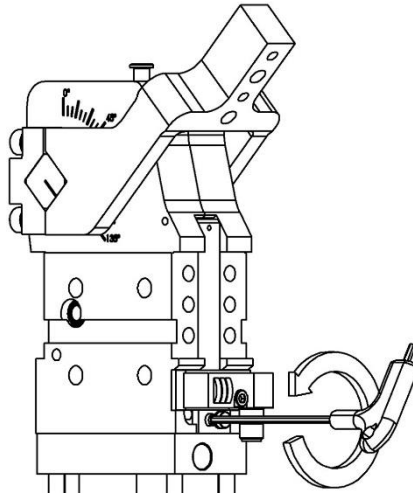

Imagen 2
- Destornillar el tapon M6 debajo del interruptor de proximidad inductivo; (imagen 2)